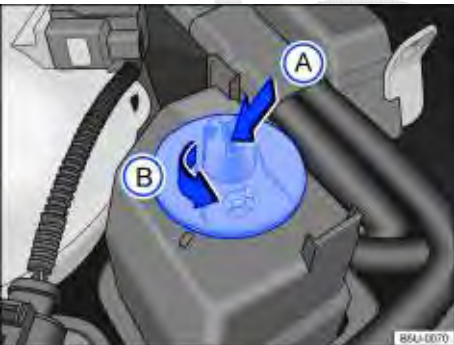

Fig. 112 No compartimento do motor: reservatório do fluido da direção hidráulica.
- Com o auxílio de uma chave de fenda ⇒ Fig. 112 (A) (seta), girar a tampa do reservatório ⇒ Fig. 112 (B) no sentido da seta.
- Com o auxílio de uma chave de fenda ⇒ Fig. 112 Ⓐ (seta), girar a tampa do reservatório ⇒ Fig. 112 Ⓑ no sentido da seta.